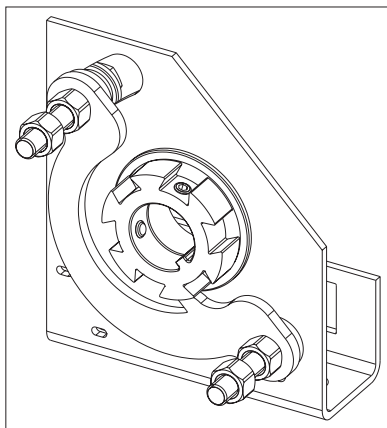

Рис.22.1
- 11) установить на вал храповую муфту (рис. 22.1) и закрепить ее к наконечнику пружины при помощи двух болтов из комплекта муфты (рис. 22.2);